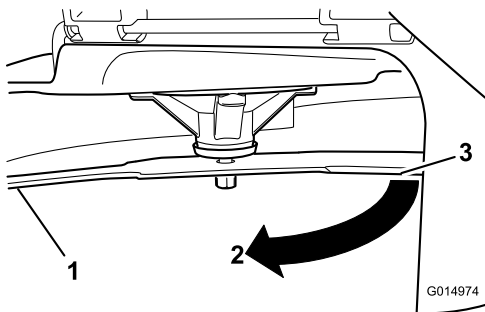

Рисунок 60
4. Поверните тот же нож на 180 градусов, чтобы теперь его противоположная режущая кромка была в том же положении (Рисунок 60).